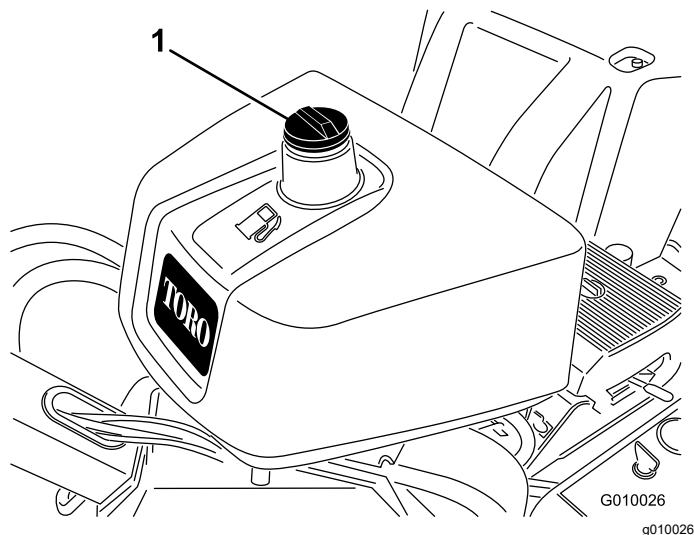

Рисунок 15
2. Очистите области вокруг крышки топливного бака и снимите ее (Рисунок 15).